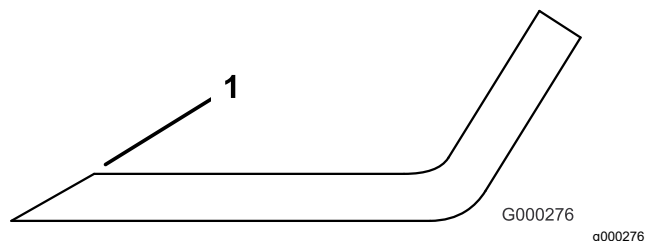

图 86
3. 检查所有刀片的刀刃如果已经变钝或出现裂口应打磨刀刃图 86。
注意 仅打磨刀刃的边缘并保持最初的切割角度以保证锋利度图 86。如果从两片刀刃上磨掉相同量的金属刀片会保持平衡。